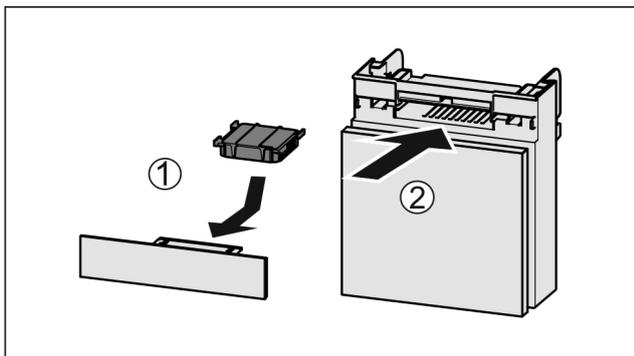

Fig. 136
- ▶ Aktivkohlefilter nach Abbildung einsetzen Fig. 136 (1).
- ▶ Fach einschieben Fig. 136 (2).